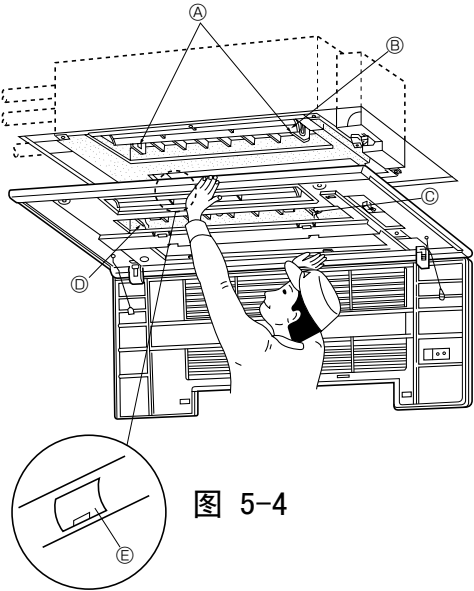
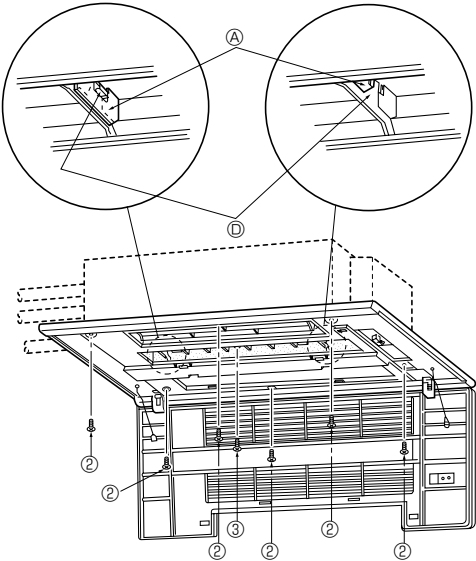
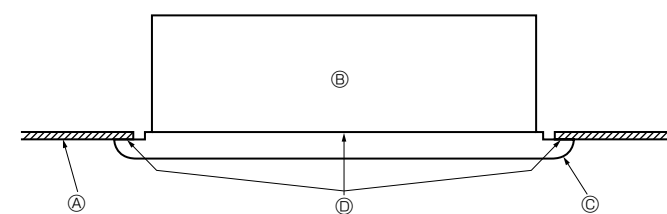

图 5-4
图 5-5
图 5-6
5.3. 安装格栅（图 5-4）
- ④ 钩子
- ⑤ 完全打开上部和下部挡板。
- ⑥ 临时支撑片
- ⑦ 临时支撑片
- ⑧ 螺丝盖
- 调整前侧面板以便正好适合于墙壁和天花板之间的夹角，并在左右两侧的四个位置安装固定螺栓 ②（随格栅提供），保持其稍微松开。（图 5-5）
- 接下来拧紧固定螺栓 ② 和三处中间位置的固定螺钉 ③。
- 最后拧紧左右两侧四个位置的固定螺栓 ②。
- 在这里，确保室内机组和前侧面板之间没有缝隙，以及前侧面板和天花板之间也没有缝隙。如果有缝隙，则可能会有风进入和导致滴水（图 5-6）。\* 完全拧紧固定螺栓 ② 和固定螺钉 ③。
[图 5-5]
5.4. 在安装后进行检查（图 5-6）
- ① 天花板表面
② 室内机组
③ 格栅
④ 这里没有缝隙